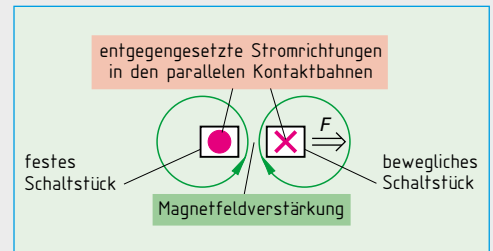

**Bild 3: Eisenkern eines Wechselstromschützes**
13. Um das Brummen durch die Netzfrequenz bei Wechselstromschützen zu verhindern, werden Kurzschlussringe in den Eisenkern eingebaut (**Bild 3**). Erklären Sie die Wirkungsweise.